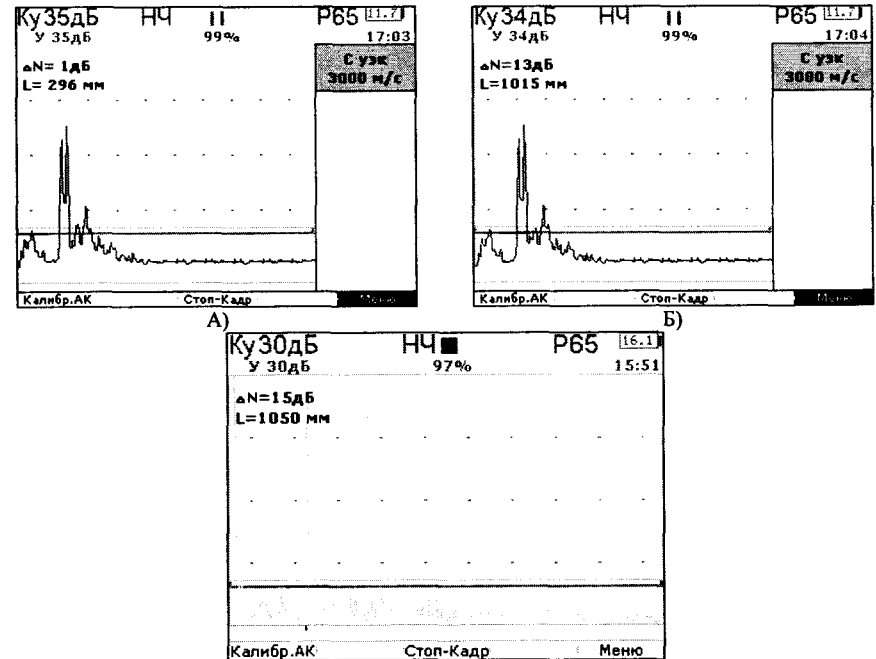

Рисунок 63
1.3 Вращая ручку энкодера на левой стороне, добиться получения на экране двух отчетливо различных сигналов (рисунок 63)
Первый сигнал на расстоянии ~ до 300 мм от начала развертки (рисунок 63 А, сигнал в зоне маркера) представляет собой сигнал, прошедший напрямую от излучателя к приемнику и используется в качестве опорного для предварительной настройки чувствительности. Второй сигнал на расстоянии ~1000 мм от начала развертки (рисунок 63 Б, сигнал в зоне маркера) представляет собой эхо-сигнал от торца рельса и используется для проверки работы глубиномера.
Примечание: при использовании совмещенного низкочастотного ПЭП П121-0,5-90 на А-развертке также должны быть видны два сигнала (см. рисунок 63 В, сигнал в зоне маркера). Первый – зондирующий импульс, второй, сигнал в строке – сигнал от торца рельса, рекомендуется использовать в качестве опорного при настройке.
1.6 Для проверки работы глубиномера совместить маркерный импульс с эхо-сигналом от торца рельса (рисунок 63 Б, В) и отсчитать индицируемое на экране значение параметра L, которое должно находиться в пределах 1000 ± 50 мм.
1.8 Для предварительной настройки чувствительности канала с НЧ ПЭП П121-0,1-90 следует вращением ручки энкодера на левой стороне электронного блока довести опорный сигнал до порога срабатывания АСД (см. рисунок 63 А).
Для предварительной настройки чувствительности канала с НЧ ПЭП П121-0,5-90 следует вращением ручки энкодера на левой стороне электронного блока довести опорный сигнал до 2/3 экрана дефектоскопа (см. рисунок 63 В).